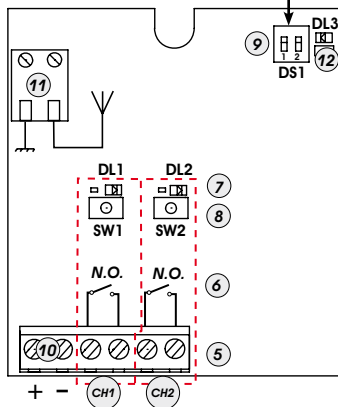

Fig.1
- 2) Appuyer, pendant 1 seconde, sur le bouton-poussoir du récepteur (Fig.1 réf. ⑧), correspondant au canal auquel on souhaite associer la radiocommande.
- 3) La LED correspondante sur le récepteur (Fig.1 réf. ⑦) commence à clignoter lentement pendant 5 s.
- 5) La LED (Fig.1 réf. ⑦) sur le récepteur s'allumera fixe pendant 1 seconde, puis elle s'éteindra, indiquant que la mémorisation a été effectuée.
- 4) Appuyer, pendant 1 seconde, sur le bouton-poussoir du récepteur (Fig.1 réf. ⑧), correspondant au canal auquel on souhaite associer la radiocommande.
- 5) La LED correspondante sur le récepteur (Fig.1 réf. ⑦) commence à clignoter lentement pendant 5 s.
- 7) La LED sur la platine (Fig.1 réf. ⑦) s'allumera fixe pendant 1 seconde, puis elle s'éteindra, indiquant que la mémorisation a été effectuée.
- 1) Appuyer, pendant 1 seconde, sur le bouton-poussoir du récepteur (Fig.1 réf. ⑧), correspondant au canal auquel on souhaite associer la radiocommande.
- 2) La LED correspondante sur le récepteur (Fig.1 réf. ⑦), commence à clignoter lentement pendant 5 s.
- 5) La LED sur le récepteur (Fig.1 réf. ⑦) s'allumera fixe pendant 1 seconde, indiquant que la mémorisation a été effectuée, puis elle recommencera à clignoter pendant 5 s supplémentaires durant lesquelles on peut mémoriser une autre radiocommande.
- b) Appuyer, en les maintenant enfoncés, simultanément sur les boutons-poussoirs P1 et P2 jusqu'à ce que la LED (Fig.1 réf. ⑦) clignote sur la platine du récepteur.
- f) La LED (Fig.1 réf. ⑦) s'allume fixe pendant 2 s, indiquant que la mémorisation a été effectuée, puis elle recommencera à clignoter pendant 5 s durant lesquelles on peut répéter le point "e", et les points successifs, pour d'autres télécommandes, puis elle s'éteindra
- 1) Pour effacer **TOUTS** les codes des radiocommandes associés aux canaux 1et 2, il suffit de maintenir le bouton-poussoir SW1 ou SW2 enfoncé (Fig.1 réf. ⑧), pendant 10 s.
- 2) La LED (Fig.1 réf. ⑦) correspondant au bouton-poussoir enfoncé clignote pendant les 5 premières secondes, puis le clignotement s'accélère pendant les 5 secondes suivantes.